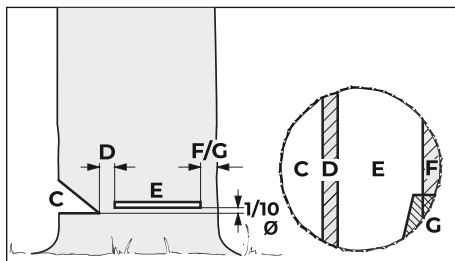

Рис. 18
– ширина недопила: около $1/10$ диаметра ствола (рис. 18);
С помощью основного пропила (рис. 18, поз. E) дерево заваливается.
– $1/10$ (мин. 3 см) диаметра ствола над основанием подпила (рис. 18, поз. C).
Удерживающий ремень (рис. 18, поз. F) или защитный ремень (рис. 18, поз. G) подпират дерево и предохраняет его от преждевременного падения.
Выбрать подходящие клинья для валки деревьев в зависимости от диаметра ствола и от ширины разреза (основного пропила (рис. 18, поз. E)).